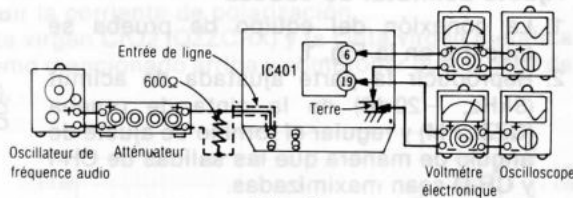

Fig. 9
1. Le raccordement de l'équipement d'essai est montré à la Fig. 9.
3. Régler avec l'atténuateur de telle sorte que la puissance de sortie entre la borne ⑥ (canal de gauche) [borne ⑩ (canal de droite)] de IC401 et la masse soit de 12,3mV.